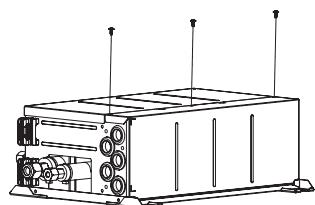

Fig. 4-5
4.1. La direzione della tubazione può essere cambiata. (Fig.4-4). [Procedure operative] (Fig. 4-5)